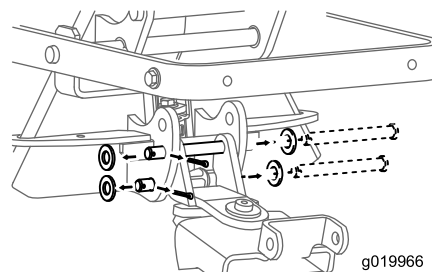

Bild 1
1. Entfernen und werfen Sie den Lastösenbolzen und Splint weg, mit denen die vorhandene Halterung und das untere Ende des Verriegelungsmechanismus befestigt ist (Bild 1).